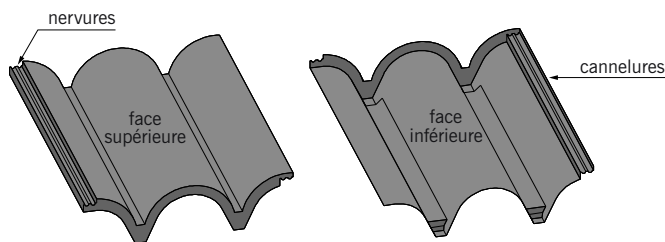

fig. 7.17
■ **La tuile à glissement** (fig. 7.17 et 7.18) : tuile comportant seulement un emboîtement longitudinal. L'étanchéité transversale est assurée par un recouvrement important des tuiles amont sur les tuiles aval.